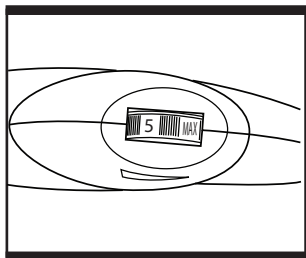

Fig. 7
7. Sélecteur de vitesse (Fig. 7)